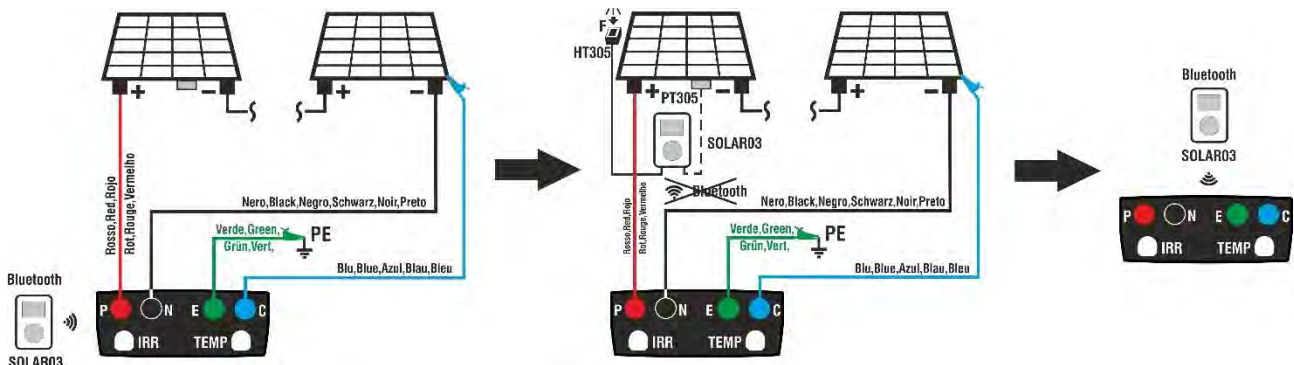
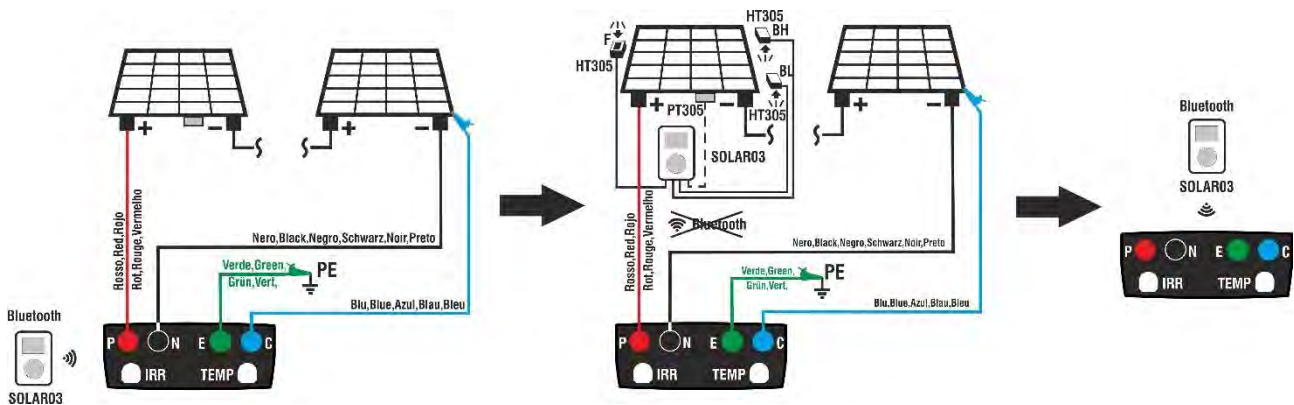

Abb. 14: Verbindung mit Fernstation in synchroner Aufzeichnung (Monofazialen Modulen)
Abb. 15: Verbindung mit Fernstation in synchroner Aufzeichnung (Bifazialen Modulen)
2. Verbinden Sie das Instrument mit dem zu messenden PV-Modul/String und eventuell mit dem Haupt-Erdungsknoten des Systems und mit geerdeten Metall-Massen, wie in der Abb. 14 (Monofazialen Modulen) oder Abb. 15 (Bifazialen Modulen) gezeigt. Insbesondere:
- **Bei Bifazialen Modulen** → stellen Sie die **3 Bezugszellen HT305** auf die Frontfläche des Moduls (**F**), auf die obere Rückseite (**BH=BackHigh**) und auf die untere Rückseite (**BL=BackLow**) des Moduls. Verbinden sie die vordere Bezugszelle (F) am Eingang „**INP1**“, die Bezugszelle BH am Eingang „**INP2**“, die Bezugszelle BL am Eingang „**INP3**“ und **eventuell** die Temperaturprobe **PT305** am Eingang „**INP4**“ der Fernstation. Gemäß IEC/EN60904-1-2 berechnet das Instrument den Wert der äquivalenten frontalen Einstrahlungsstärke (**Irr_{eq}**), der der Einstrahlungsstärke nur auf der Frontseite entspricht, die die gleichen Auswirkungen hat wie die auf beiden Seiten gemessene Einstrahlungsstärke, wobei der **Bifazialitäts-Koeffizient** (φ) des Moduls gemäß der folgenden Beziehung berücksichtigt wird:
4. Bringen Sie die SOLAR03-Fernstation näher an das Instrument heran, wie in Abb. 14 oder Abb. 15 – linke Seite dargestellt
7. Bringen Sie die Fernstation in der Nähe der Module und verbinden Sie die Einstrahlungs- und Temperaturproben, wie in der Abb. 14 oder Abb. 15 - Mittelteil gezeigt. Insbesondere **Da die Aufzeichnung auf der Fernstation SOLAR03 bereits gestartet wurde, ist es nicht mehr unbedingt erforderlich, die Bluetooth-Verbindung aufrecht zu erhalten**. Wenn Sie die Verbindung aufrechterhalten, können Sie nur das Testergebnis sofort erhalten, ohne aufs Ende der Messkampagne warten zu müssen